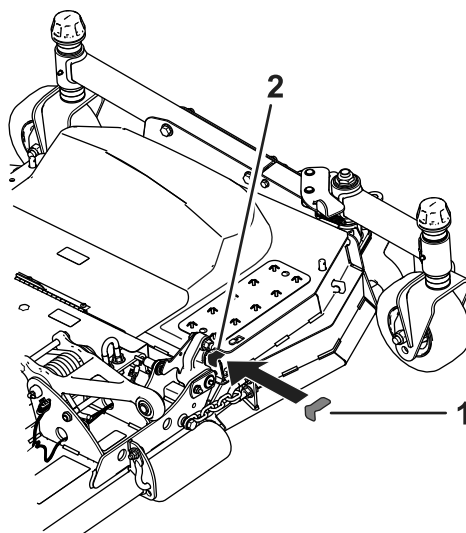

Рисунок 3
- Установите регулировочные прокладки в передней и задней частях деки газонокосилки, как показано на Рисунок 3.